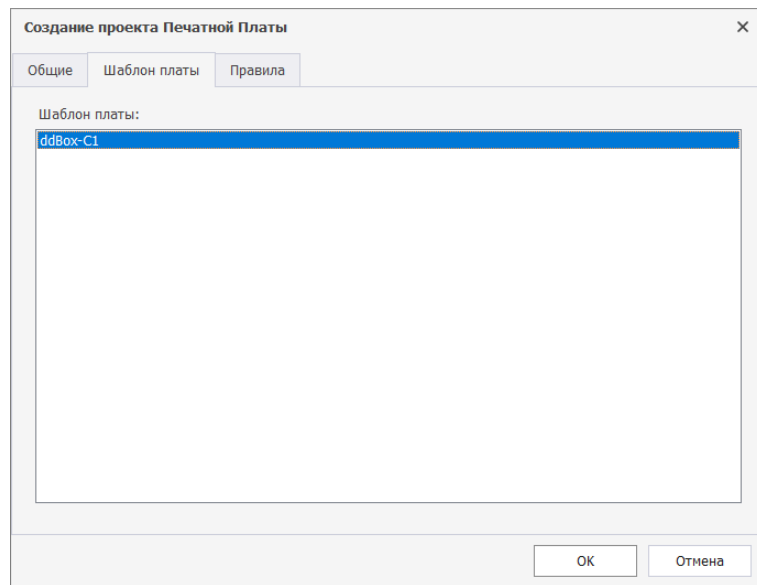

Рис. 24 Выбор шаблона платы из стандартов
7. Перейдите во вкладку «Шаблон платы» и выберите, на основе какого шаблона из стандартов будет создан проект, Рис. 24.